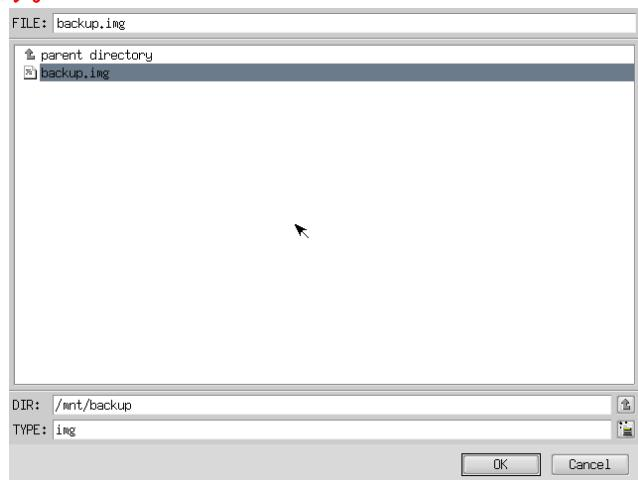

図5-2-5. ファイル参照画面
- ⑧ ファイル参照画面（図5-2-5）が表示されます。バックアップUSBは、/mntにマウントされていますので、/mnt以下から目的のファイルを探してください。[OK]を押すとファイル選択画面にもどります。
- ⑨ ファイル参照画面（図5-2-5）で指定したバックアップファイルが入力されていることを確認します。[次へ]ボタンを押します。